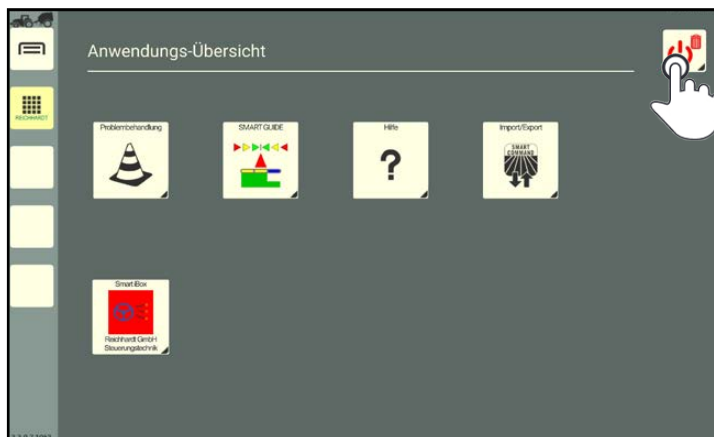

Abb. 98: Löschen/Beenden-Button antippen
2. Tippen Sie auf den Löschen/Beenden-Button (siehe Abb. 98).